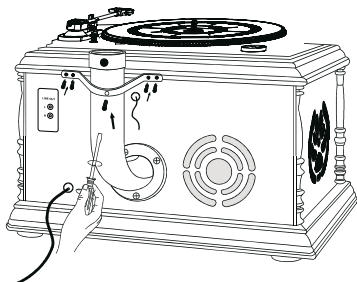

rys. 5.
4. Zobacz **rys. 5**. Postaw obudowę urządzenia RTCC411RIP na płaski stół. Ustaw otwór w dolnej części rury (D) naprzeciw otworu w obudowie tak, że otwarty koniec rury jest skierowany do góry. Do otworów zaśrubuj trzy śruby C (G) zgodnie z ruchem wskazówek zegara. Dokręć śrubokrętem krzyżakowym.